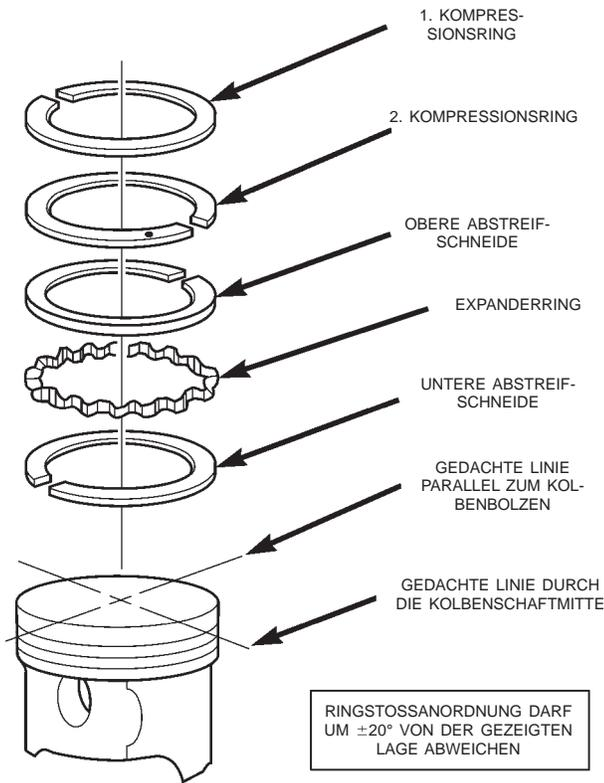

Abb. 12 Versetzte Anordnung der Ringstöße
- Die Position des Ringstoßes wie gezeigt ausrichten (Abb. 12).